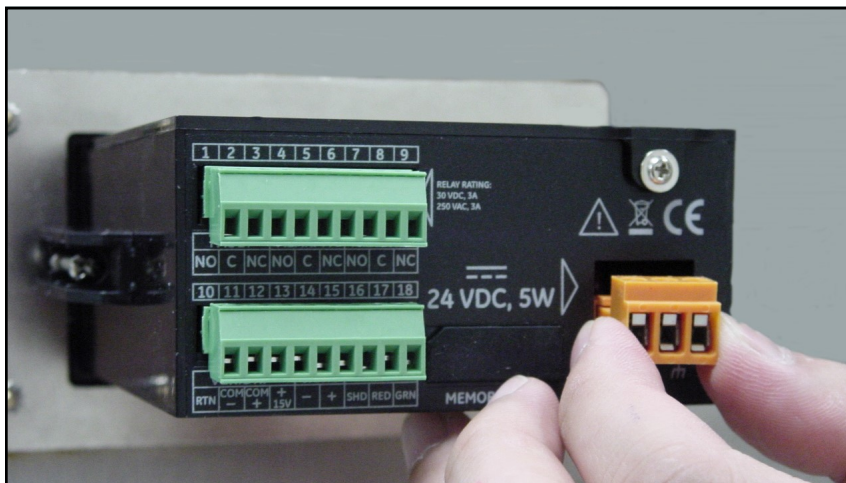

Рис. 41: Отсоединение разъема постоянного тока
1. Отсоедините разъем постоянного тока от задней панели (см. Рис. 41).